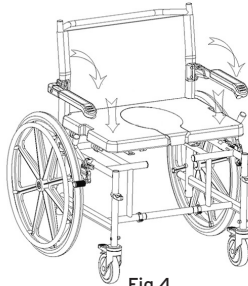

Fig.4
- Poner el asiento sobre el bastidor de la carrocería, presionar hacia abajo para fijarlo en posición y añadir la tapa (Fig.4);